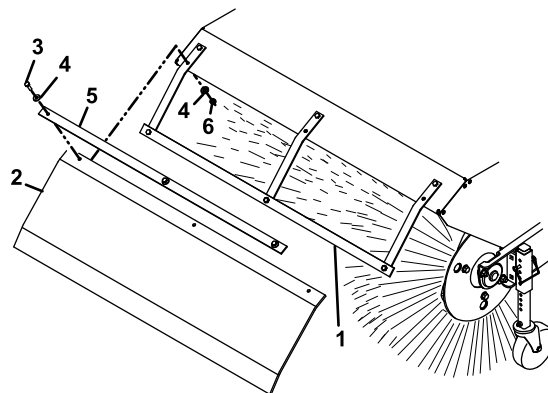

Figura 4
3. Coloque el deflector sobre el armazón y alinee los tres taladros con los taladros inferiores del armazón y de la cubierta del cepillo. Instale la segunda pletina larga encima del deflector y sujétela con tres tornillos de 1/4-20 x 1 pulgada, seis arandelas, y tres tuerca nyloc de 1/4-20 pulgada, según se muestra en Figura 4.